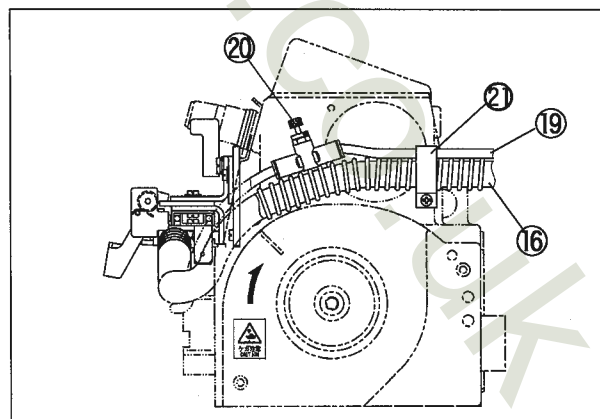

図8
- (9) エアパイプ⑲とホース⑯をコードクランプ㉑で束ねて、ミシンフレーム側面に固定する。(図8参照)